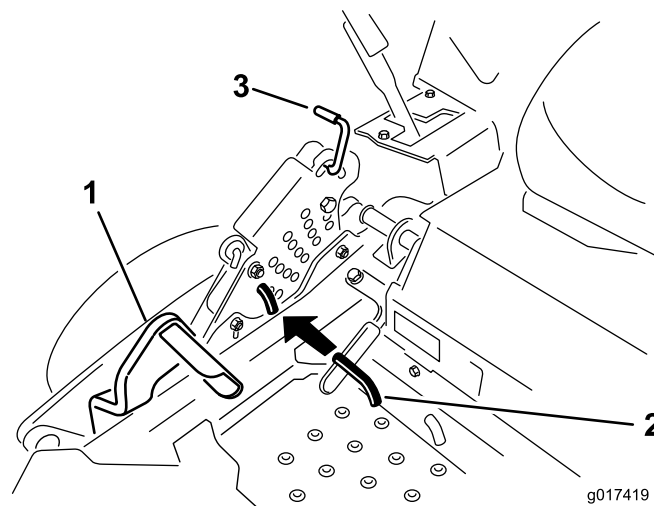

Figura 25
2. Pise el pedal de elevación de la carcasa y eleve la carcasa a la posición de transporte (que es también la posición de altura de corte de 140 mm (5-1/2 pulg.)) (Figura 25).
3. Para ajustar la altura de corte, gire el pasador 90 grados y retire el pasador del soporte de altura de corte (Figura 25).
4. Seleccione el taladro del soporte de altura de corte que corresponde a la altura de corte deseada, e inserte el pasador (Figura 25).